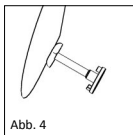

Abb. 4
■ **Abb. 4** Der stempelartige Anteil des Sizers dient im Rahmen der Messung zur Auflage auf die Stapesfußplatte. Der tellerartige Anteil ist zur Anlage gegen das Trommelfell vorgesehen. Die Dicke des Transplantates (z.B. Knorpelscheibe), welches später der Unterfütterung am Trommelfell dient, ist für die Ermittlung der Prothesenlänge zu berücksichtigen. Ist die optimale Länge gefunden, kann die entsprechende Länge an der Total-Prothese eingestellt werden.